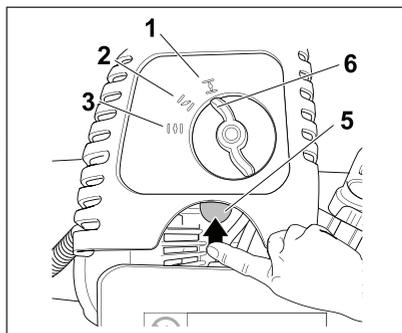

Fig. 09
- Aperte o primer (5), lentamente e completamente 6 vezes, para injetar combustível na câmara de combustão. O combustível tem que estar visível no primer (5). Se não aparecer, aperte o primer (5) até que o combustível esteja visível (Fig. 09).
- Coloque o afogador (6) na posição (1), **I→I** (Fig. 09).
- Após coloque o afogador (6) na posição 2, **I↗I** e deixe aquecer por mais 1 ou 2 minutos, dependendo da temperatura ambiente.
- Agora mova o afogador (6), para a posição 3, **I↓I**.
- Se o motor não parar quando colocar o interruptor na posição "Stop 0", desligado, coloque o afogador na posição (1) , (Fig. 09, Pág.10).